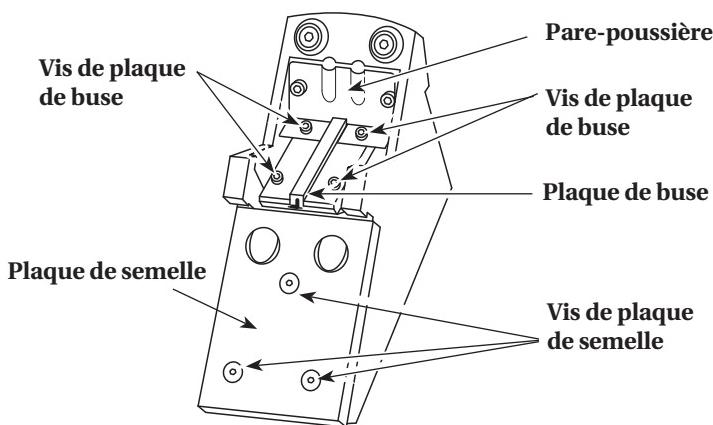

Figure 10 - Composants de cloueuse/agrafeuse de plancher
**CHARGEUR** — La partie de la cloueuse qui contient les clous barbelés en L et les agrafes (*Voir Figure 10*).